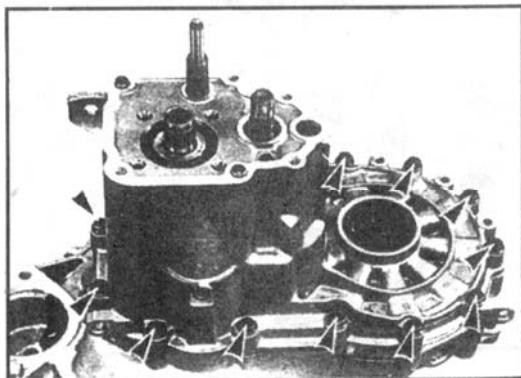

图 4-24 拆卸变速器 (十五)
(15) 旋下变速器前、后壳体紧固螺栓，取下变速器壳体及前后壳体密封垫，如图 4-24 所示。